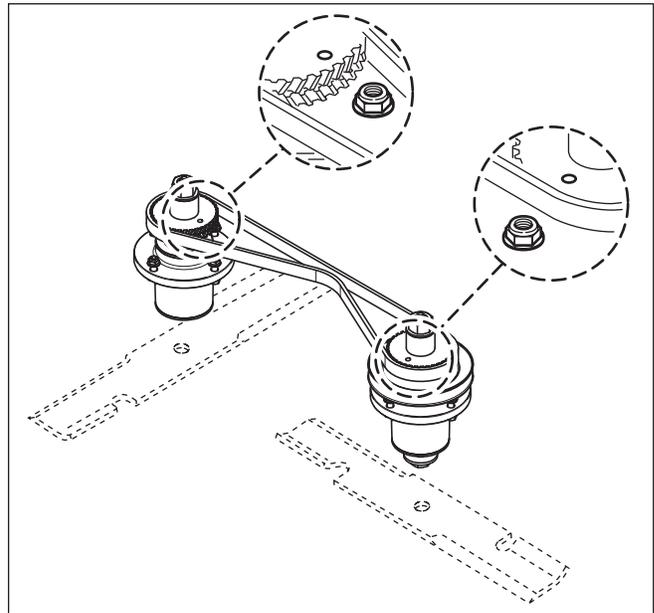

Figura 35. Alineamiento de las hojas
8. Consulte la Figura 35. Alinee los orificios en las ruedas dentadas con las piezas metálicas de montaje del eje como se muestra. Las cuchillas deben estar perpendiculares entre sí.
NOTA: Asegúrese de que la ranura en el embrague de PTO se alinee con la lengüeta de montaje del embrague de PTO (A, Figura 35) debajo de la plataforma del motor.